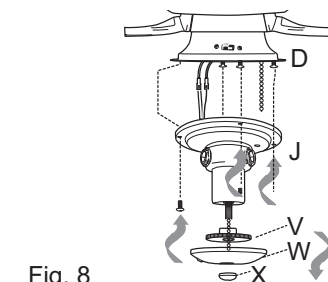

Fig. 8
8. Afloje tres tornillos en la caja del interruptor (D) y quite el otro tornillo. Alinee el punto rojo en el conector para el juego de luz (J) con el punto rojo en la caja del interruptor (D). Pase la cadena de encendido de la caja del interruptor (D) por el agujero para la cadena de encendido en el conector para el juego de luz (J) y luego gire el conector para el juego de luz (J) para que se encaje. Vuelva a introducir el tornillo que apenas se quitó y apriete los cuatro tornillos para asegurar el conector para el juego de luz (J). [Fig. 8]
Quite el adorno con rosca (X), la placa para la pantalla (W) y el tornillo para la pantalla (V) del conector para el juego de luz (J). [Fig. 8]